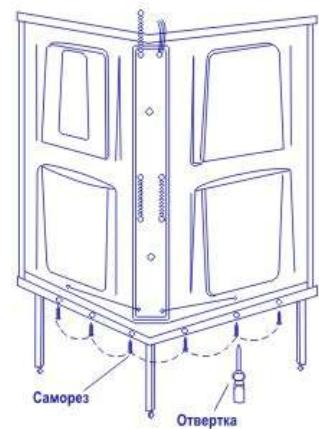

Рис. 2
2. Установить заднюю панель на поддон и закрепить (Рис. 2) винтами и (саморезами), как показано на схеме.